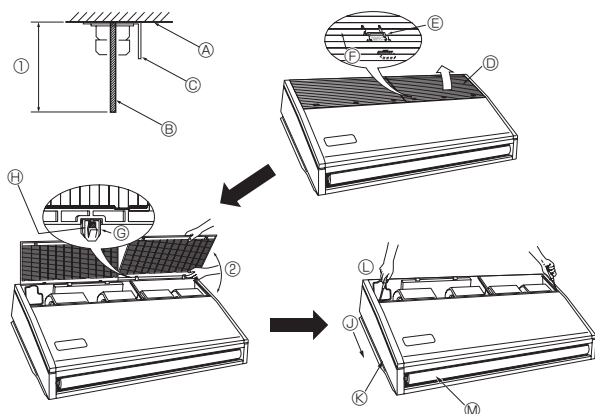

Fig. 3-4
3.2.4. Förbered inomhusenheten (Fig. 3-4)